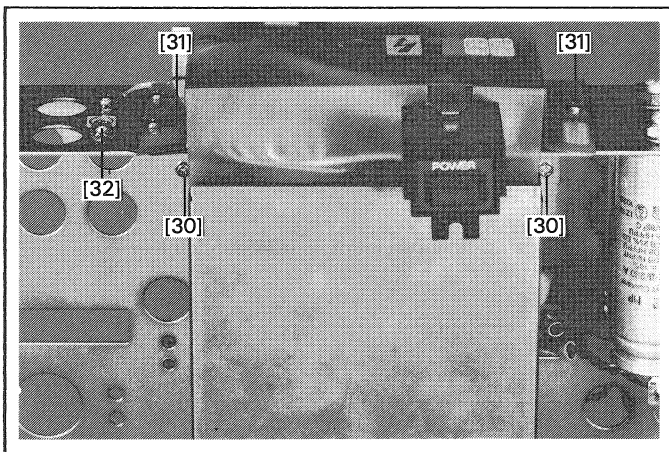

Fig. 16
- 3 Printbefestigungsschrauben [31] (Fig.16) lösen.